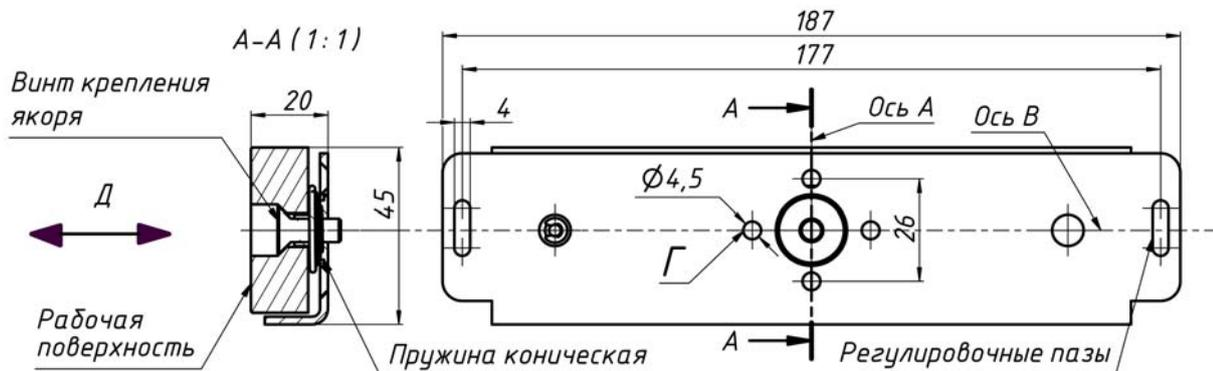

Рис.5 Якорная часть замка варианта «Н».
5.6 Якорная часть замка разборная и состоит из пластины крепления якоря (14), конической пружины (13), якоря (12) и регулировочного винта (16). Пружина обеспечивает необходимый люфт якоря на пластине. Крепление якоря на пластине выполняется регулировочным винтом (16). Под регулировочный винт в двери необходимо просверлить отверстие диаметром 8-10мм на глубину 10мм. Винт позволяет производить регулировку положения якоря в направлении Д (рис. 5, 6). Поворот винта на один оборот перемещает якорь на 1мм. Для вращения винта используется шестигранный ключ из комплекта поставки. Максимально допустимое перемещение якоря за счет винта не более 3мм.
5.7 В процессе монтажа якорная и корпусная части замка должны быть совмещены в продольном и поперечном направлении, до совпадения осей А и В. Положение осей показано на рисунках 4, 5 и 6. Для обеспечения совмещения частей замка в поперечном направлении предусмотрены регулировочные овальные пазы в пластине крепления якоря (14) (рисунок 5 и 6), через которые осуществляется предварительный монтаж якорной части. Окончательное закрепление пластины (после совмещения осей) осуществляется четырьмя саморезами (или винтами) через отверстия Г (рисунок 5 и 6).